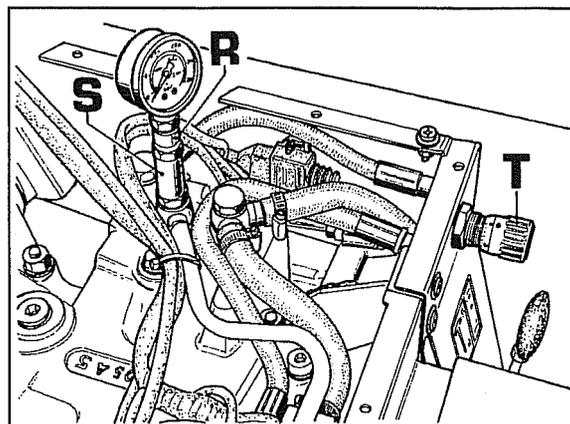
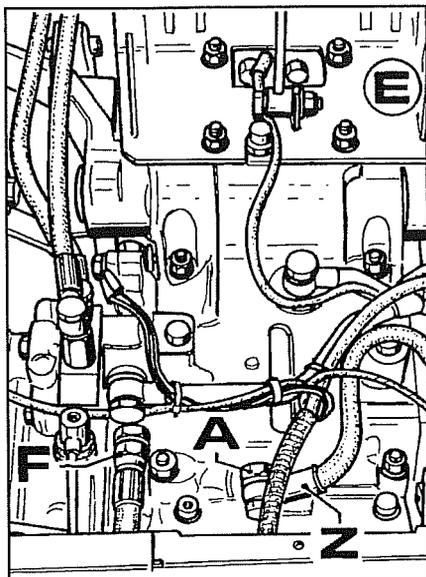

Fig. 23
Fig. 27
Si la machine n'est pas dotée de distributeurs auxiliaires arrière il faut, après avoir enlevé le siège, se raccorder à la canalisation de refoulement du groupe des électrovannes comme indiqué dans la fig.23, à l'aide de l'outil combiné **R-S**, sans oublier que jusqu'à la machine châssis n° B455169 il faut utiliser le même outil en enlevant la partie **S**.
Au contraire avec le manomètre branché à la canalisation de refoulement il faut, fermer la soupape **T** fig.23, actionner l'interrupteur du relevage en montée (en appuyant sur le bouton de sécurité), puis vérifier la pression sur le manomètre.
Pour vérifier la présence d'un suintement interne d'huile dans le carter du relevage il faut brancher au relevage un outil et le mettre en position "montée". Dans les machines dotées de la soupape **T** fig.23 il est nécessaire de la fermer.
Si le relevage descend, cela signifie qu'il y a un suintement interne d'huile sur le cylindre du relevage ou sur la vis de raccord (**A** fig.27) à la canalisation de refoulement.
3. Débrancher la canalisation **Z** fig.27 et dévisser le raccord **A** au carter du relevage.
- c. Enlever le support du siège **E** fig.27 puis débrancher les câblages qui vont aux électrovannes, à l'interrupteur de fin de course et les câbles de masse (cf. fig.27).
- e. Débrancher la canalisation de refoulement d'huile **F** fig.27 au support distributeurs et la soupape de refoulement (**T** fig.23) au cylindre.